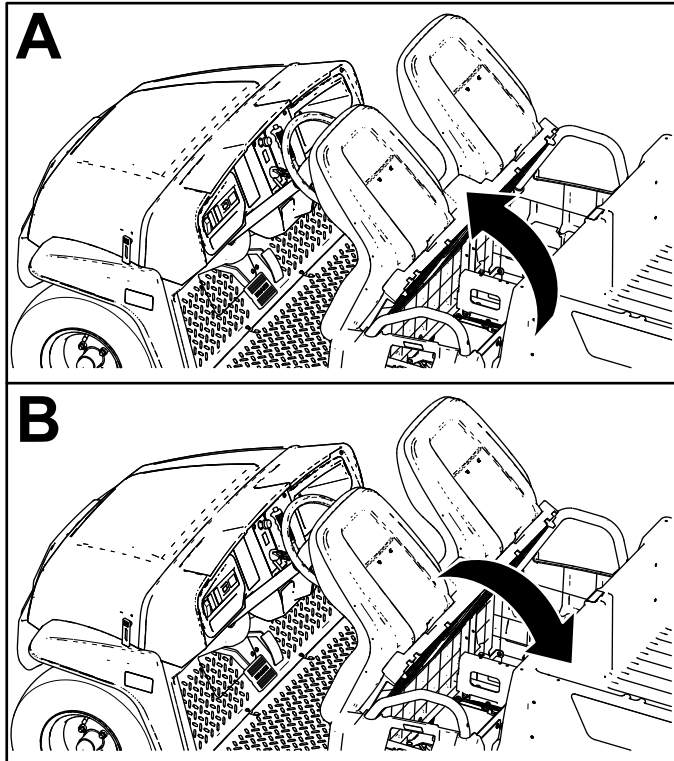

Figure 26
Pour relever l'ensemble sièges, basculez-le vers l'avant jusqu'à ce qu'il repose sur le volant (Figure 26).
Pour abaïsser l'ensemble sièges, basculez-le vers l'arrière jusqu'à ce qu'il retrouve sa position initiale (Figure 26).
1. Poussez l'ensemble sièges en avant, en position relevée (Figure 26).